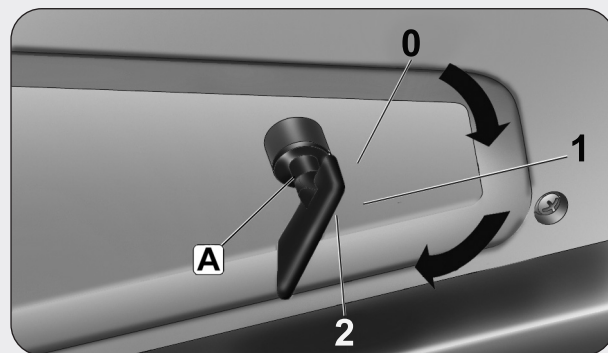

fig. 15
**Interruttore stacca-batteria fig. 15**